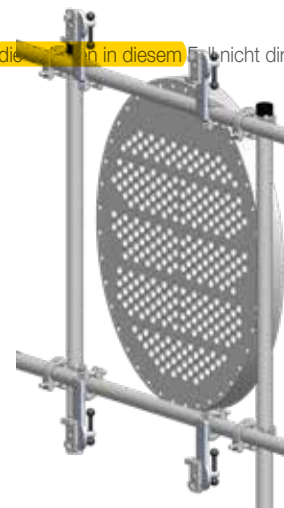

ABBILDUNG 4
**SCHNELLSPANNVORRICHTUNGEN MIT SCHELLEN (LWP 554)** sind für die Montage mit Gestell konzipiert, da die Vorrichtung in diesem nicht direkt am Wärmetauscher angebracht werden können. (Abbildung 4)